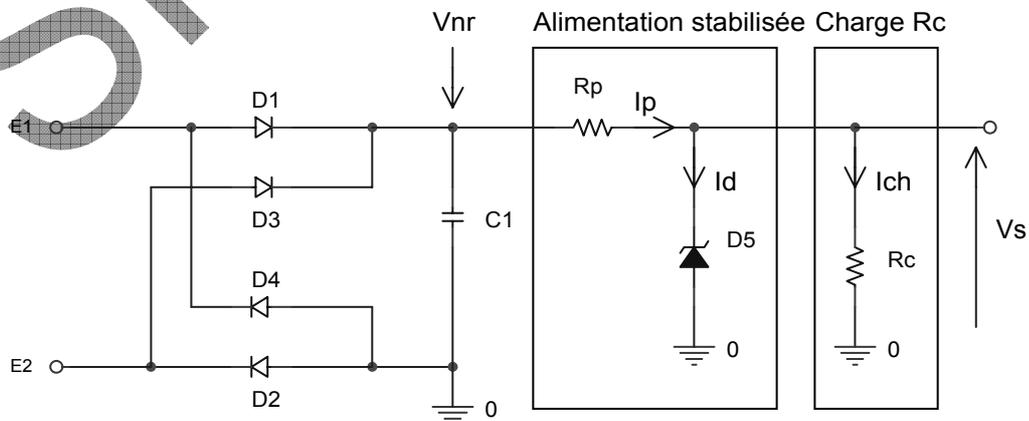

fig.5
3.4.1.4 Réaliser le schéma de la figure 5 avec : $R_c = R_3$, R_2 puis R_1 , en calculant pour chaque valeur de R_c , la valeur de la résistance R_p correspondante afin de respecter les critères énoncés en 3.1. Pour cela, l'on pourra utiliser la zone Adaptateurs (Z1 à Z4) afin de câbler la résistance R_p calculée pour chaque valeur de R_c .